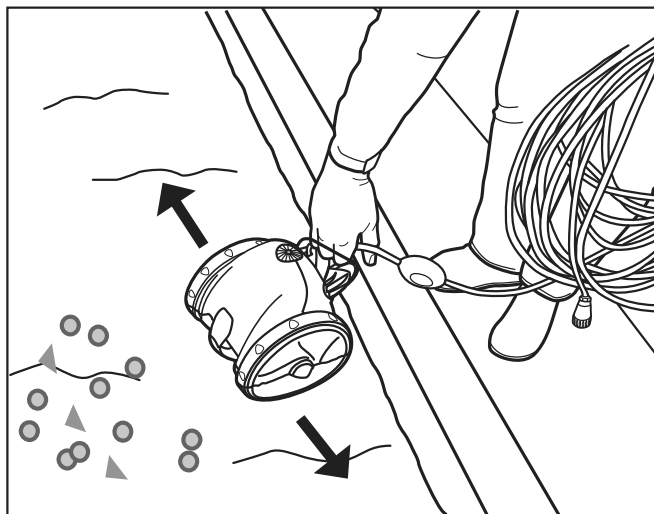

Figure 4. Immerger le nettoyeur verticalement
1. Tenir le robot nettoyeur d'une main et l'immerger dans l'eau de la piscine, puis purger tout l'air emprisonné à l'intérieur de celui-ci en le maintenant à la verticale. S'assurer que le robot nettoyeur descend au fond de la piscine. Se référer à la Figure 4.